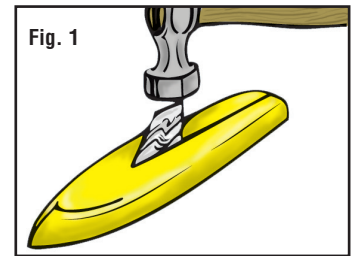

Fig. 1
- KEEL:** Use a hammer to tap Keel into the slot on bottom of Hull. Install with the point facing front. (Fig. 1)
- QUILLE :** Utiliser un marteau pour enfoncer quille dans la fente sur la partie inférieure de la coque. Installer vers le milieu avec le point vers l'avant. (Fig. 1)